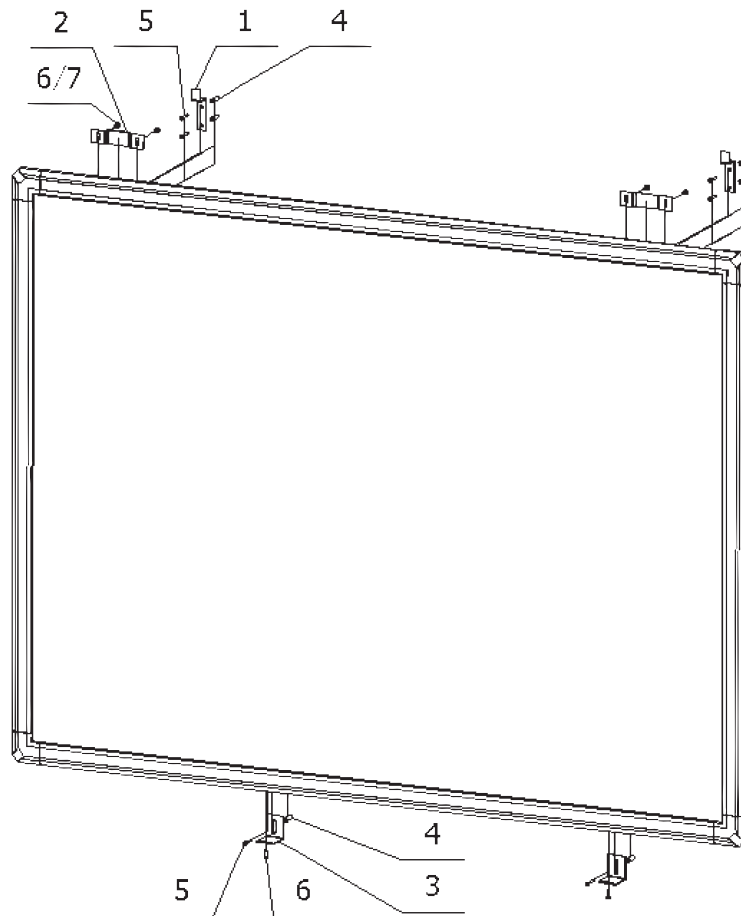

Bild 1: Wandhalterungen
8. Stellen Sie die Wandhaken (Element Nr. 3) mit zwei selbstschneidenden Schrauben (Element Nr. 6) ein, wie in Bild 1 dargestellt, um die Tafel richtig zu montieren.